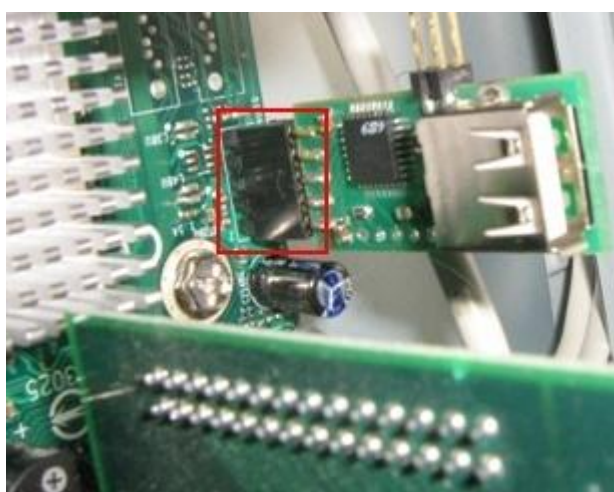

Рис. 2.3—8 Подключение устройства «USB Watchdog» к материнской плате
3. Подключить кабель кнопки «Reset» к четырехштырьковому разъему устройства «USB Watchdog» с помощью пары контактов 1/0, либо 2/0 (Рис. 2.3—9). Пример подключения кабеля кнопки «Reset» к «USB Watchdog» представлен на Рис. 2.3—10.